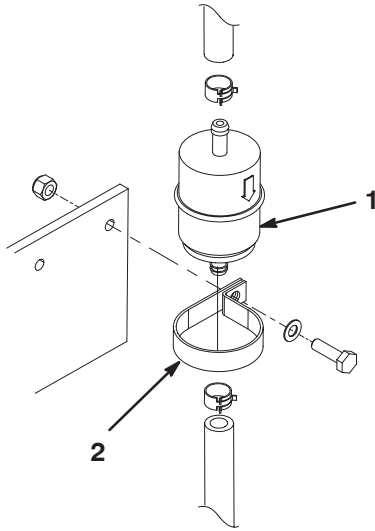

Bild 41
- Ermitteln Sie den Kraftstofffilter in der Nähe der linken Motorseite (Bild 41).
- Lösen Sie die Schraube und Mutter, mit denen die Befestigungsklemme an der Befestigungsplatte befestigt ist (Bild 41).
- Lockern Sie die Schlauchklemmen und schieben sie auf dem Schlauch vom Filter weg (Bild 41).